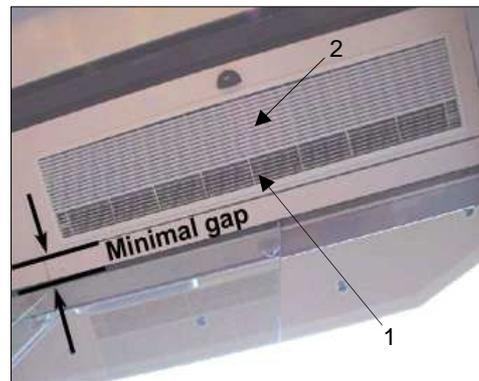

Fig. 1
- la section d'évacuation d'air (voir 1, Fig. 1) de la grille encastrée proche du passage de porte et la section d'entrée d'air (voir 2, Fig. 1) éloignée du passage de porte